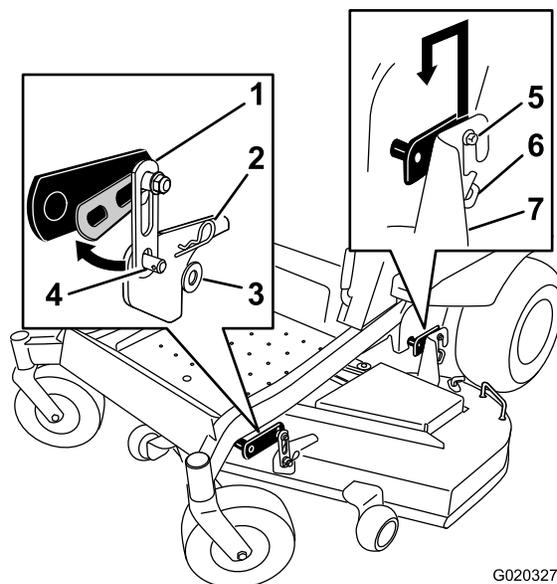

Figure 72
2. Enlevez les fixations des patte de fixation avant de chaque côté du tablier de coupe (Figure 72).
3. Soulevez le tablier de coupe avec précaution pour le dégager des boulons des pattes de fixation arrière et abaissez l'avant du tablier au sol (Figure 72).
6. Soulevez l'arrière du tablier de coupe et guidez les supports sur les boulons des pattes de fixation arrière (Figure 72).
7. Montez le support avant du tablier de coupe sur les pattes de fixation avant et fixez-les avec une rondelle et une goupille fendue (Figure 72).